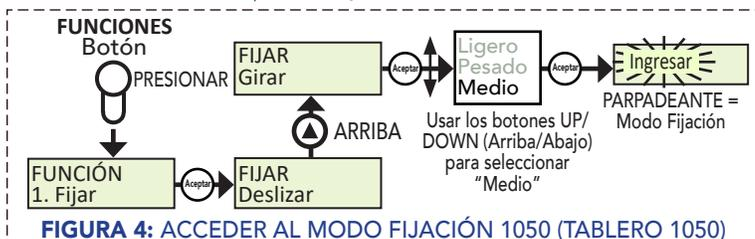

FIGURA 4: ACCEDER AL MODO FIJACIÓN 1050 (TABLERO 1050)
3. Inicie el modo de fijación: Vea la FIGURA 4. **NOTA:** Con "ENTER" (Ingresar) parpadeando, los botones "OPEN" (Abrir) y "CLOSE" (Cerrar) deben mantenerse presionados para que funcione. Complete el paso 4 para cada actuador/puerta individualmente. Desconecte el actuador cuando no se esté ajustando. Vuelva a conectar ambos actuadores antes del paso 5.